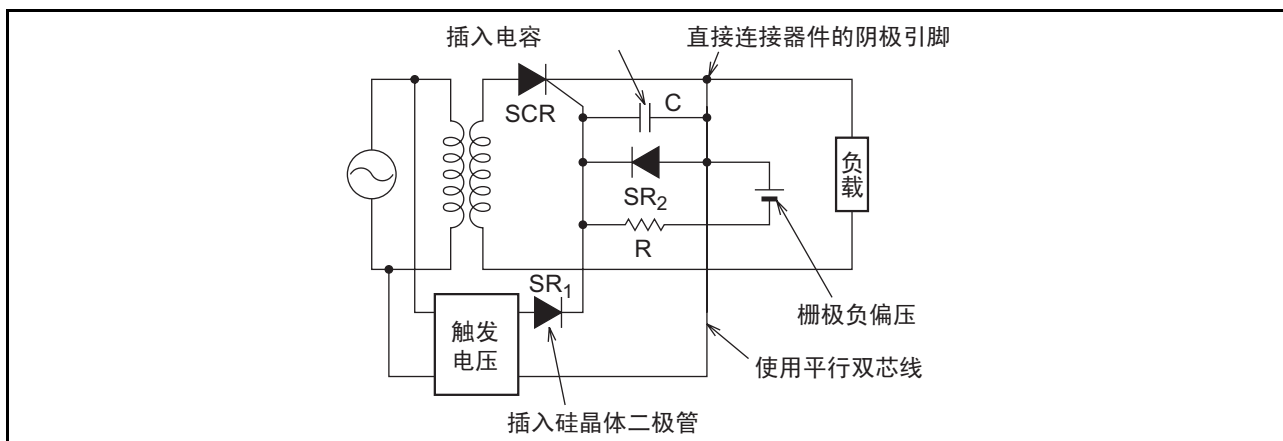

图8 触发电路图
- (5) 将栅极和硅晶体二极管串联，并使用其上升电压（约 0.7V ）阻止噪声电压。
- (6) 使栅极对阴极产生负偏压来阻止噪声电压。
- 以上为概括说明，用图表示上述内容如图8所示。